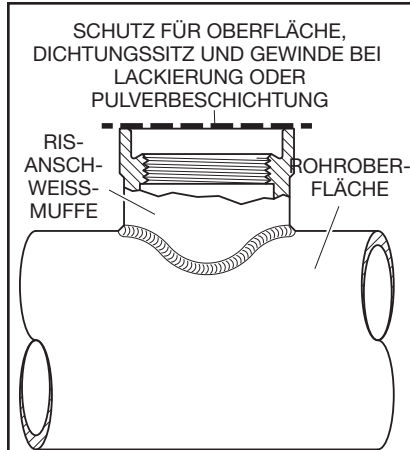

ABB. 8
- Bedecken Sie vor dem Lackieren oder Pulverbeschichten des Sprinklerrohrs die RIS-Anschweissmuffe (wie in Abbildung 8 angezeigt). Beispiel: Für die Abdeckung der Anschweissmuffe können Polyester-Abdeckscheiben für hohe Temperaturen, Maße 4,76 mm (1-7/8 Zoll) oder Keramikmagnete für hohe Temperaturen, Maße (5,08 mm) (2 Zoll) verwendet werden.